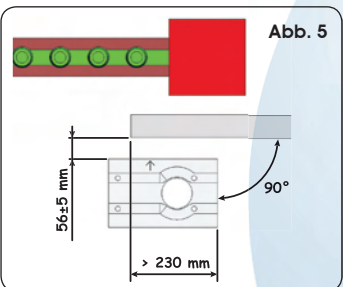
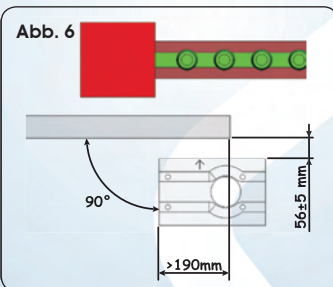

Abb. 5
Abb. 6
2. Die Gründungsplatte ist laut Angaben in Abb. 5 (rechtsschließend) oder Abb. 6 (linksschließend) zu positionieren, um das ordnungsgemäße Eingreifen zwischen Ritzel und Zahnstange zu gewährleisten.